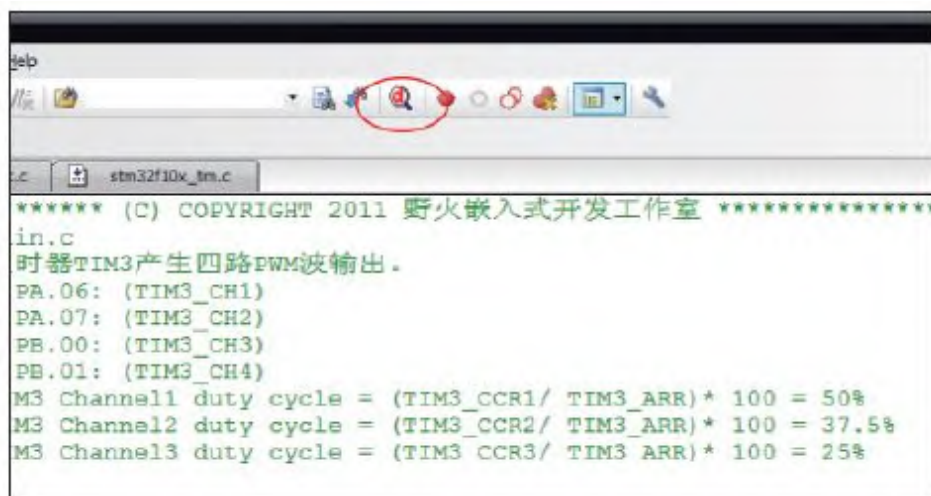

图 13-13 点击Start Debug Session图标
- 1) 点击Start/Stop Debug Session选项图标，见图13-13。